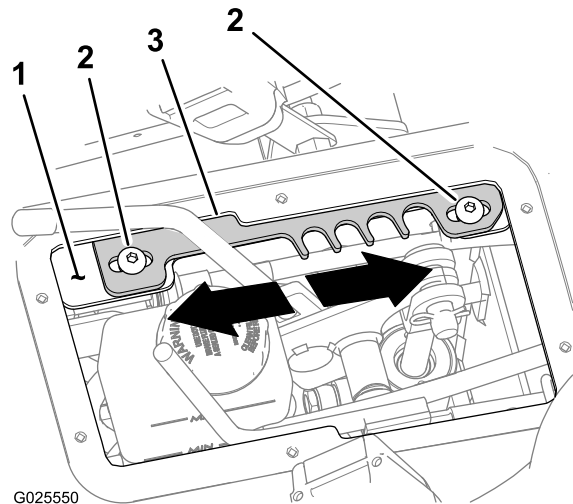

図 70
4. 速度レンジレバーを T 移動走行レンジにセットする 図 70。
5. ディテントプレートをレバーサポートブラケットに固定している六角ソケットねじ 5/16 x 3/4 インチ 2本をゆるめる 図 70。
- 最高速度を大きくするには、ディテントプレートを前方に移動させる 図 70。
- 最高速度を小さくするには、ディテントプレートを後方に移動させる 図 70。